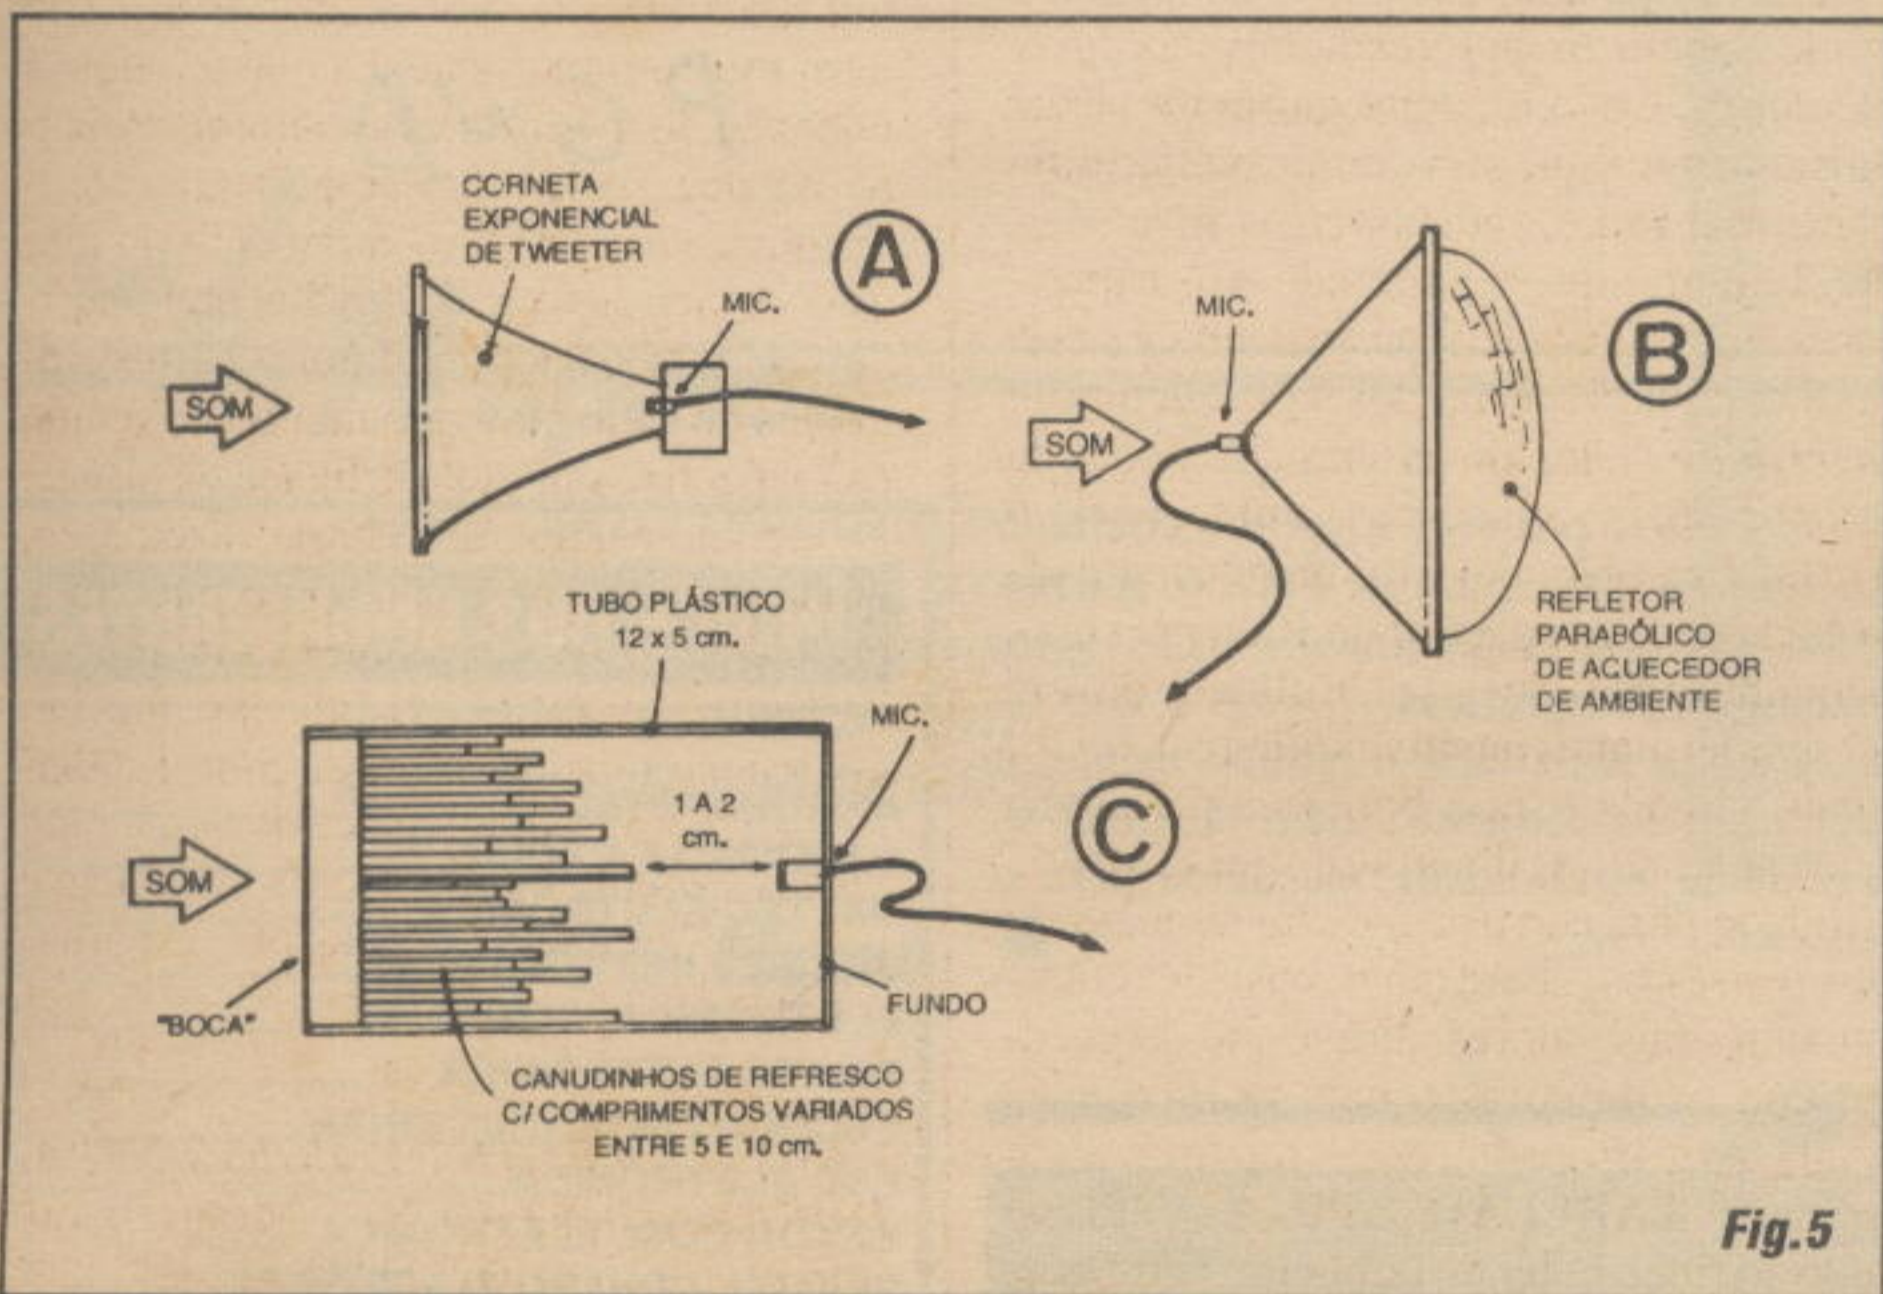

Fig.5
**- FIG. 5 - LENTES E CONCENTRADORES ACÚSTICOS**... - Mesmo com o microfone do **ORELHÃO nú**, já é possível ao leitor/hobbysta experimentar a montagem e notar o tremendo ganho, a enorme sensibilidade do sistema! Por exemplo, para uma *xeretagem* em determinado ambiente, basta posicionar o circuito no local, estendendo-se o cabo dos fones no necessário comprimento (a pessoa que ouve pode estar em outro compartimento...). O ajuste do *volume* deve ser mantido no *mínimo* capaz de proporcionar a desejada audição, já que a grande sensibilidade fará com que qualquer som, por mais tênue que seja, torne-se *muito* amplificado... Mesmo ruídos ambientais que normalmente nos passam despercebidos, como o roçar dos pés das pessoas no piso, ao
Em qualquer caso, seja com microfone *nú*, seja com a adoção de alguma das três idéias de *trucagens* acústicas sugeridas na **FIG. 5**, é fundamental isolar bem o *corpo* do pequeno microfone de eletreto do seu substrato físico (local ou superfície à qual vá ser fixado...), caso contrário, mesmo um leve *roçar da mão* do operador sobre o conjunto, será capaz de gerar sons amplificados bastante fortes, que podem  *mascarar* o que se esteja tentando captar...